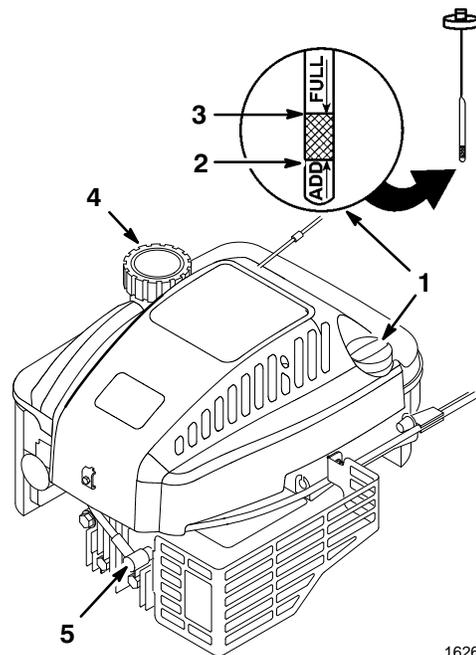

Figure 7
Avant chaque utilisation, vérifier que le niveau d'huile arrive entre les marques maxi (*Full*) et mini (*Add*) de la jauge (Fig. 7).
2. Nettoyer tout autour du bouchon de jauge (Fig. 7).
6. Voir le niveau d'huile indiqué par la jauge (Fig. 7).
1. Débrancher la bougie (Fig. 7).
2. Nettoyer tout autour du bouchon du réservoir d'essence (Fig. 7).
3. Retirer le bouchon du réservoir (Fig. 7).